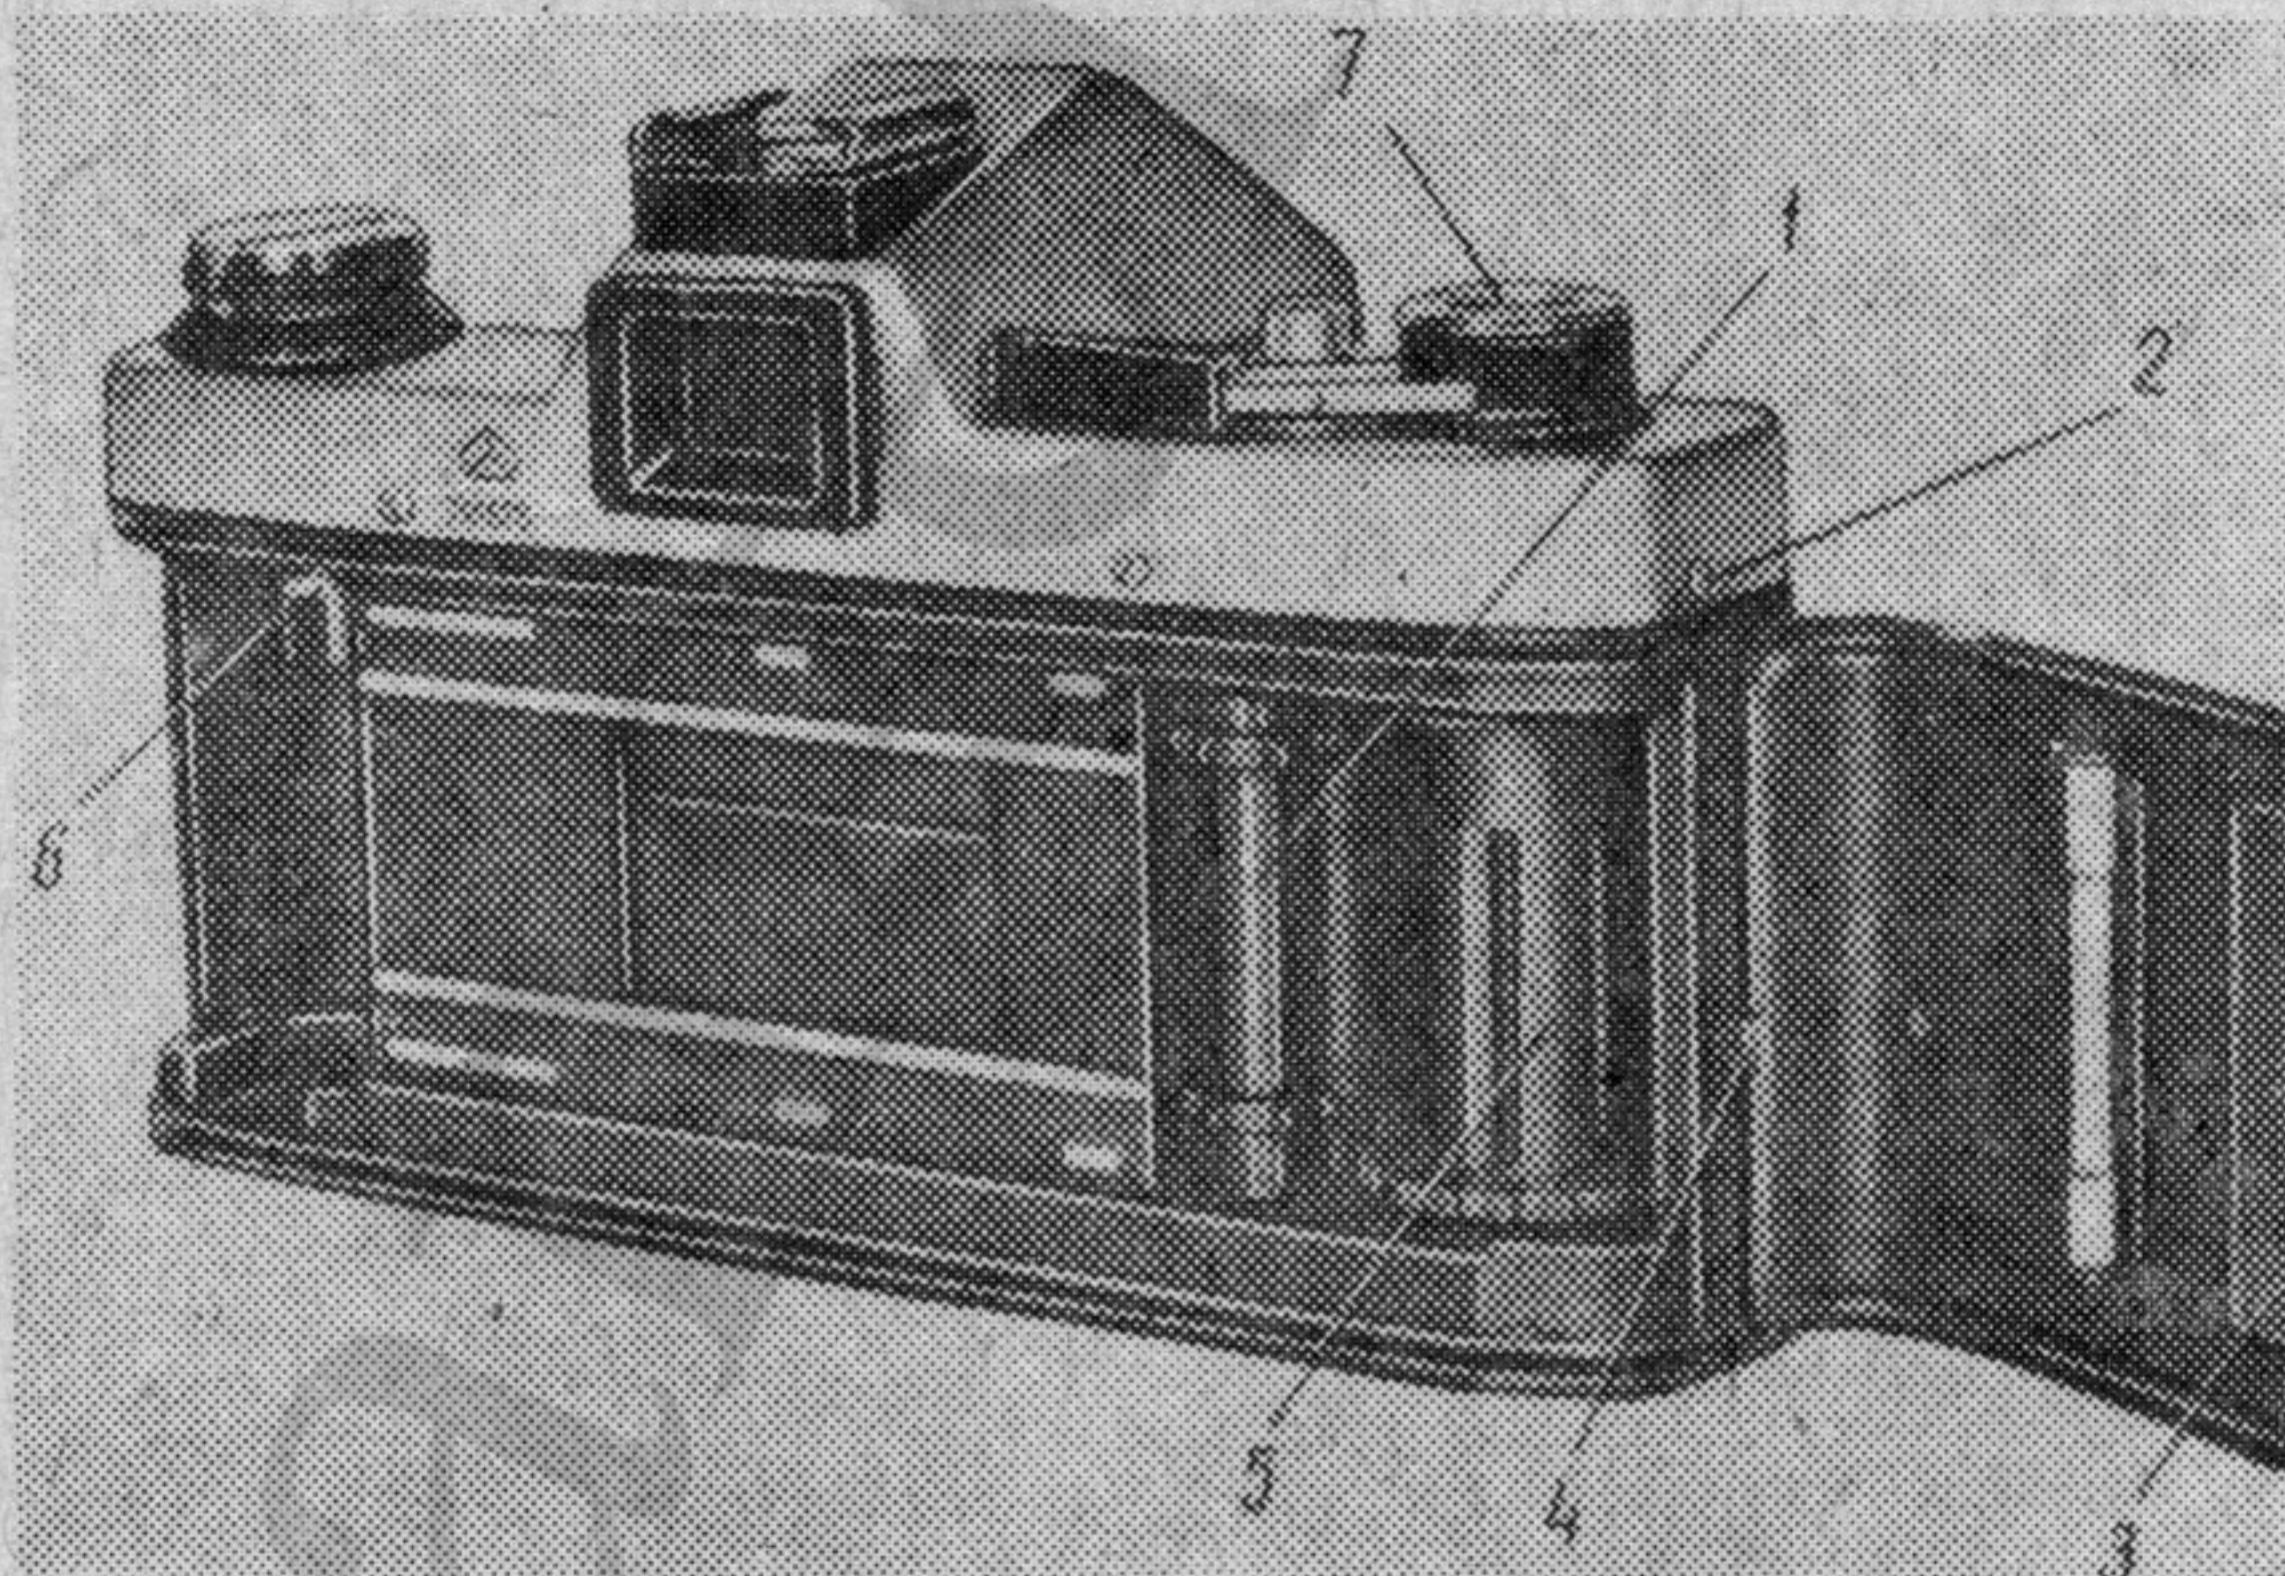

Рис. 5 Вид фотоаппарата с открытой задней крышкой:
8.7.2. Закрепить верхнюю крышку шестью винтами 2 (рис. 5). Установить на ось механизма взвода шайбу 8.942.070, втулку 6.240.424, рычаг 10 (рис. 2), кольцо 7. Закрутить втулку 8 и застопорить двумя винтами 8.914.067, затем закрутить винт 8.919.323. Винт 8.919.323 зафиксировать лаком НЦ-134 бесцветным ТУ6-10-1291-77 Ж₂.
(рис. 5) и взводе фотокамеры пленка и счетчик кадров не должны перемещаться. Допускается сдвиг пленки до 1 мм.
8.7.3. Ввернуть рукоятку обратной перемотки, придерживая вилку 6 (рис. 5). При выдвижке рукоятка должна иметь два фиксированных положения.
8.8. Установка задней крышки 3 (рис. 5)